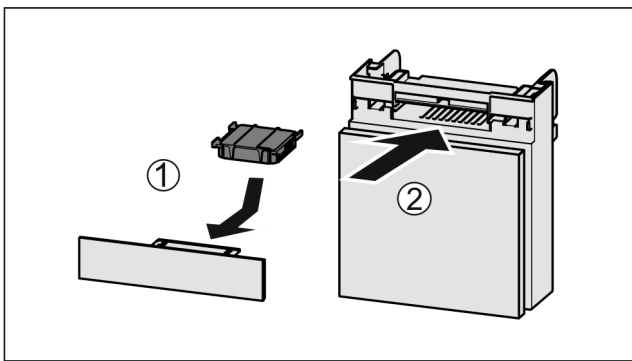

Fig. 94
- ▶ Aktivkohlefilter nach Abbildung einsetzen Fig. 94 (1).
- ▶ Fach einschieben Fig. 94 (2).